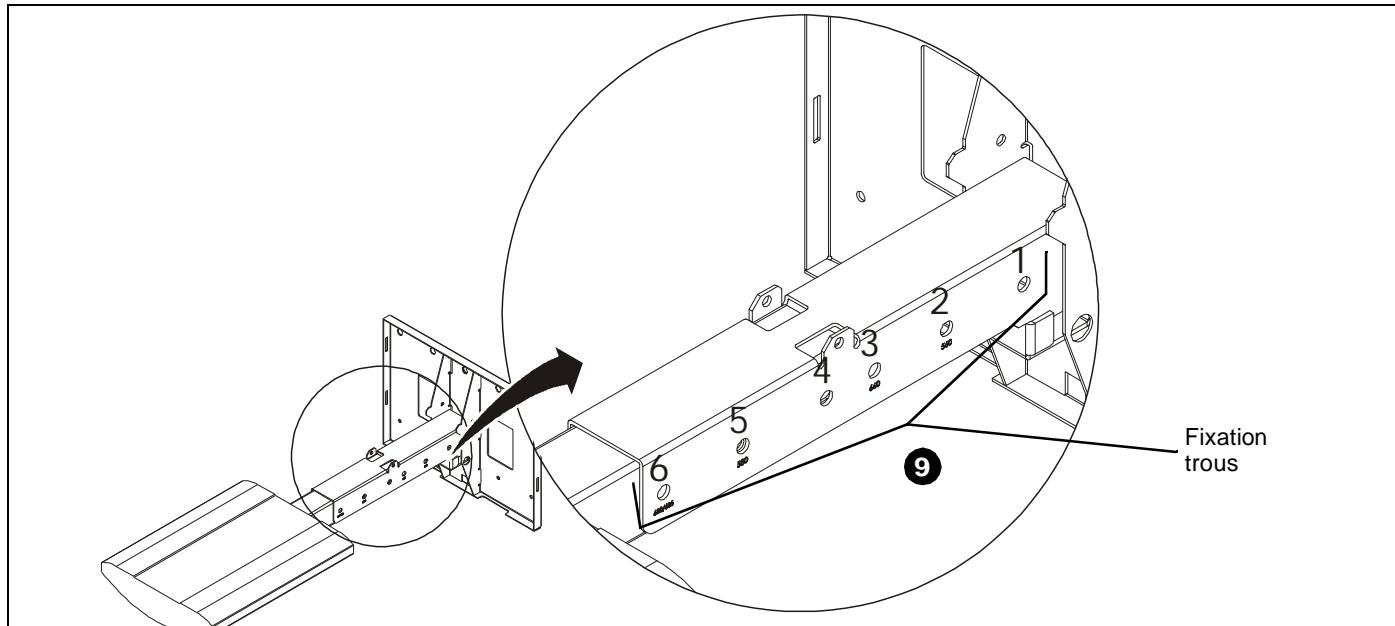

Figure 3
Voir figure 3 pour le positionnement
9. Fixez le bras d'élévation SMART Board en place à l'aide du matériel fourni avec le système de bras de projecteur SMART Board. (Voir Figure 3)